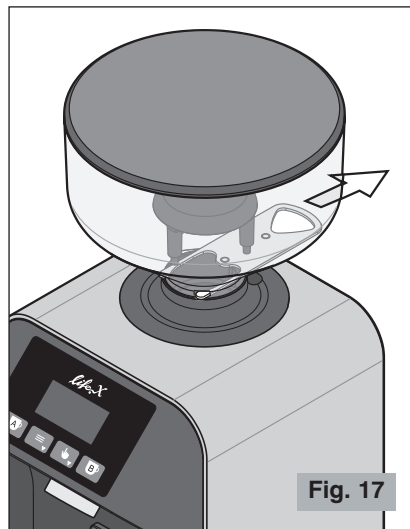

Fig. 17
-  **Controlar que el obturador de la tolva esté completamente abierto hasta el final de la carrera (último clic) (véase Fig. 17).**